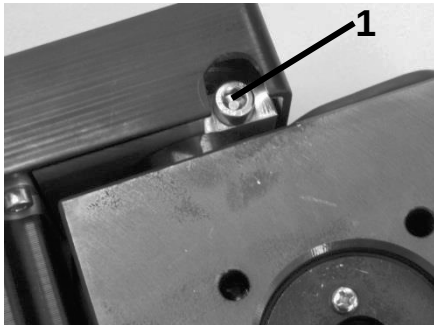

Fig. 8
1. Siehe Fig. 8: Die hier abgebildete Innensechskantschraube Pos. 1 lösen.